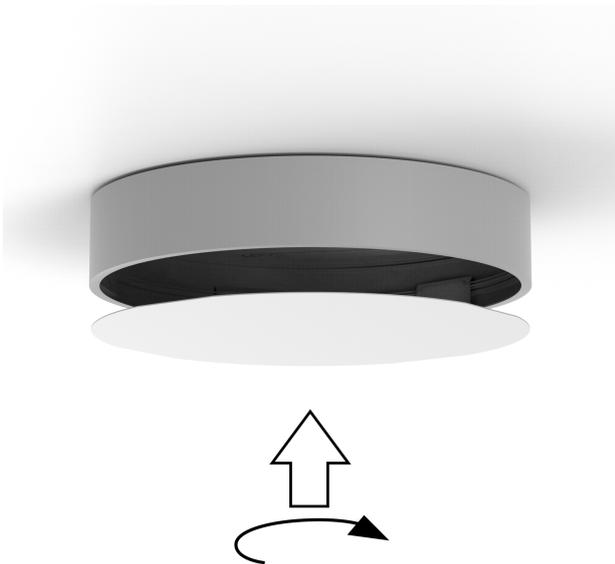

Рис.3
6. Снять с рассеивателя защитную пленку, завести внутрь корпуса светильника глянцевой стороной вниз. Для того, чтобы рассеиватель равномерно располагался в светильнике, необходимо прокрутить его на несколько градусов см. Рисунок 3.